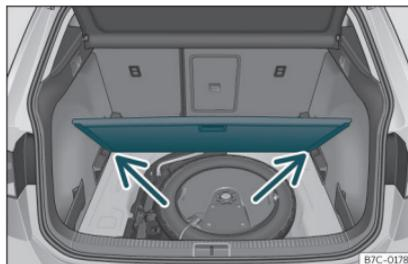

Fig. 115 Piano variabile del bagagliaio: posizione inclinata.
• Appoggiare il piano sugli appositi alloggiamenti»» fig. 115 (frecce).